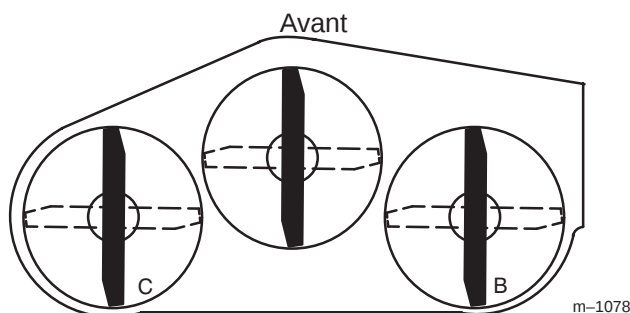
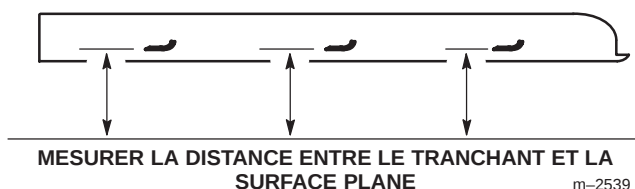

Figure 54
Figure 55
1. Tournez la lame **droite** dans le sens longitudinal (Fig. 54).
2. Mesurez la distance au point **B** (Fig. 54) entre la surface plane et le tranchant de la pointe de la lame droite (Fig. 55).
4. Tournez la lame **gauche** dans le sens longitudinal (Fig. 54).
5. Mesurez la distance au point **C** (Fig. 54) entre la surface plane et le tranchant de la pointe de la lame gauche (Fig. 55).